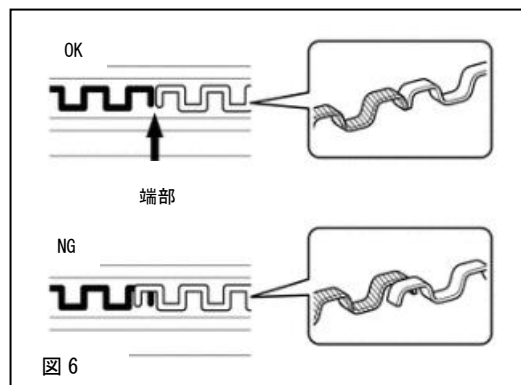

図 6
5. 2 手でオイルリングエキパンダーを取り付けてください。次にロアーサイドレールとアッパーサイドレールを取り付けてください。その際、オイルリングエキパンダーの重なりやアッパーサイドレール及びロアーサイドレールが大きく飛び出していないことを確認してください。(図6)